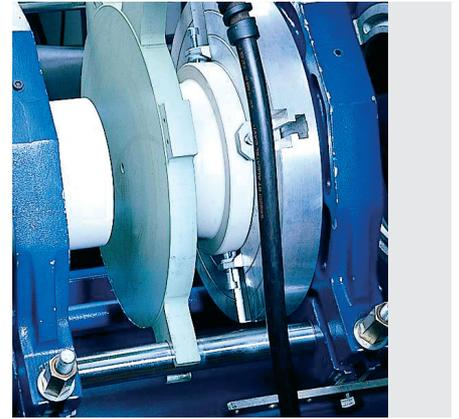

Fig. 3
- **Equalizzazione:** come mostrato nel ciclo di saldatura, l'equalizzazione è il primo step, dove i due lembi da saldare sono accostati al termoelemento ad una pressione pari a  $p_1 + p_t$ , per il tempo necessario, al fine di creare un bordino uniforme sia interno che esterno (fig. 3).